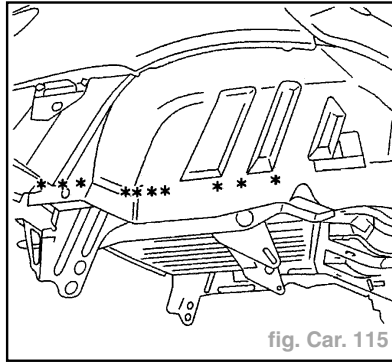

fig. Car. 115
- Dégraffer les lignes de points à l'aide d'une fraise de  $\varnothing = 8 \text{ mm}$  (fig. Car. 115).